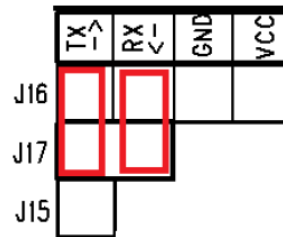

图 1-5 HCI UART 跳线
- a. 使用 HCI UART 时，跳线连接方式如下图 1-5，